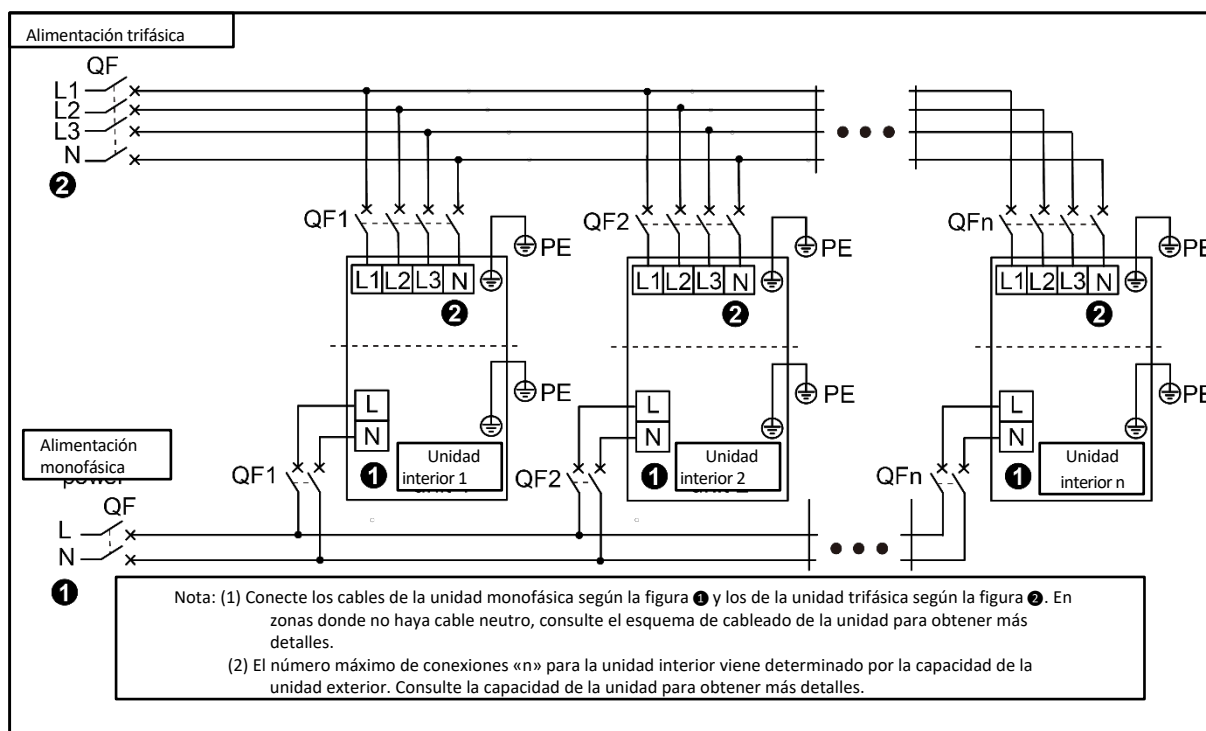

Fig. 5.2
- 3 Conecte los cables tal y como se indica en la Fig. 5.2.